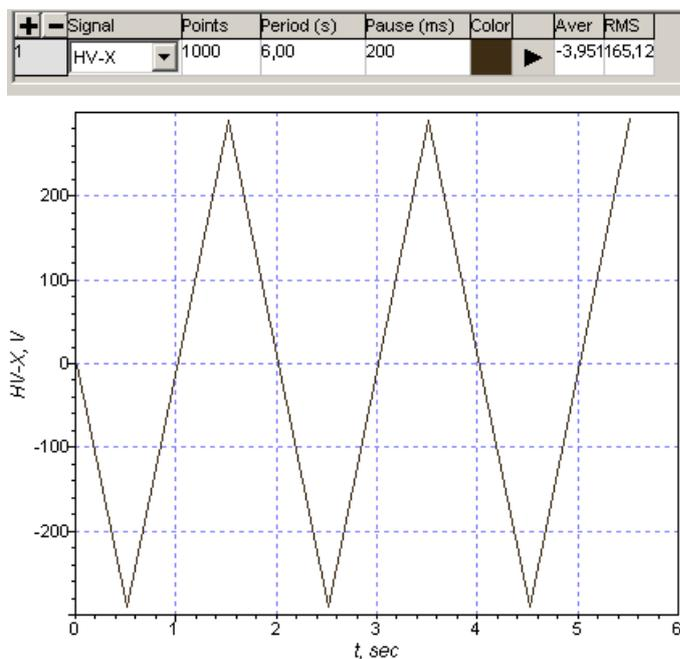

Рис. 2-12
- а. Нажмите **Saw-tooth** по X. При этом на X-секцию сканера подается напряжение треугольной формы с амплитудой ± 300 В (Рис. 2-12).